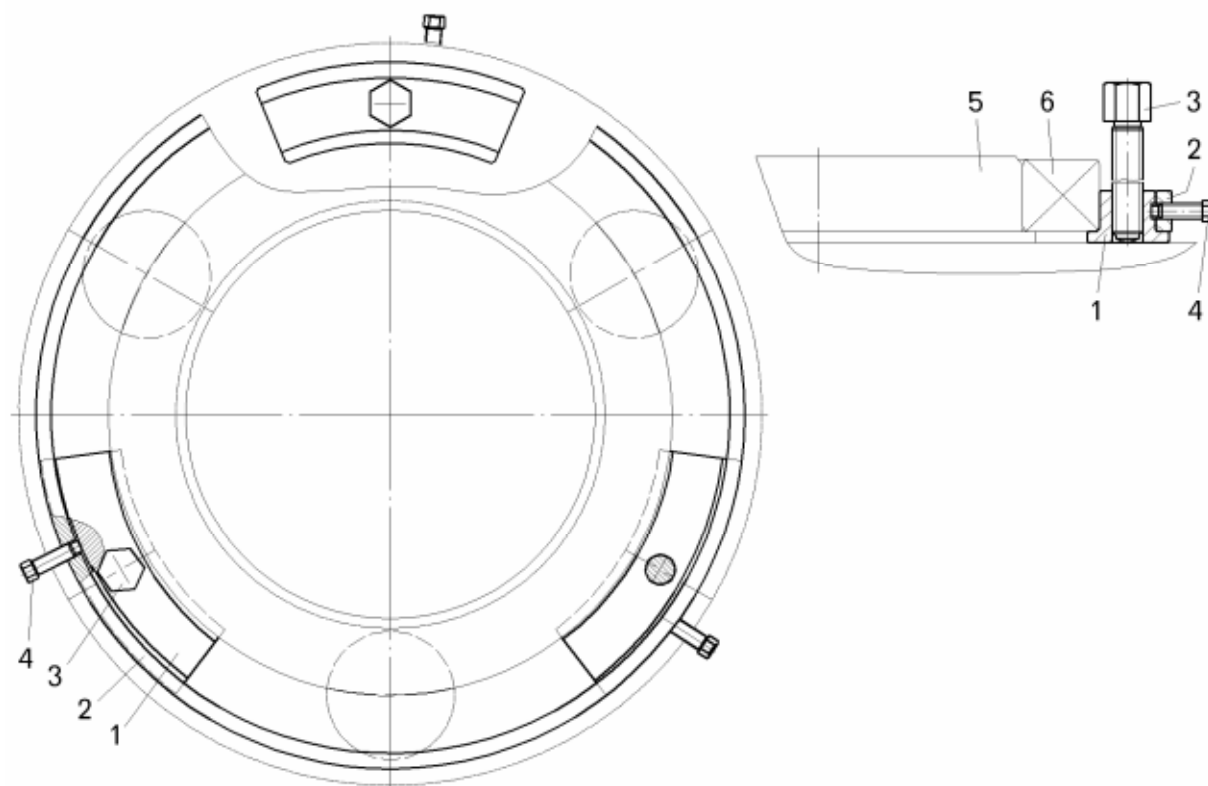

Рисунок 7.6 – Съёмник для подшипников водила первого ряда:
- спрессовать с водила 17 подшипники 19 с помощью съемника (рисунок 7.6). Для демонтажа сухаря 1 с винтом 3 установить под наружное кольцо подшипника, надеть кольцо 2 и зафиксировать винтами 4, поочередным вращением винтов 3 на 0,3 – 0,5 оборота произвести демонтаж подшипника;